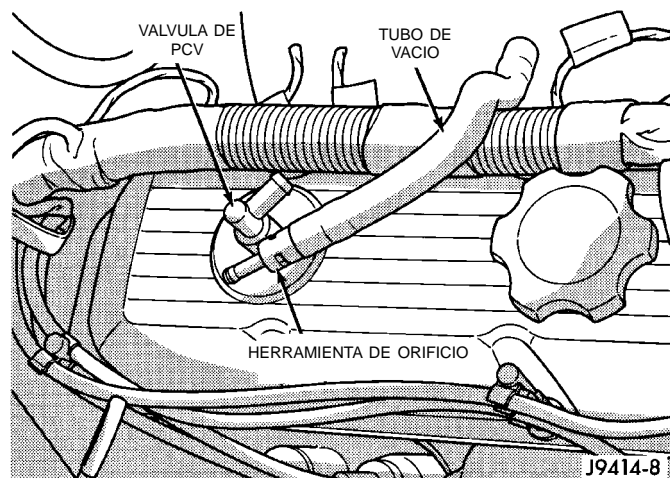

Fig. 61 Instalación de la herramienta de orificio
(1) Ponga en marcha el motor y permita que alcance temperatura de funcionamiento. Asegúrese de que todos los accesorios estén apagados antes de realizar esta prueba.
(2) Apague el motor y retire el conducto de aire situado en el cuerpo de mariposa.
(3) Desconecte el tubo de vacío situado en la válvula de PCV (Fig. 61).
(4) Instale una herramienta de orificio de 4,70 mm (0,185 pulg.) (Nº 6714) en el tubo de vacío desconectado en el lugar de la válvula de PCV (Fig. 61).